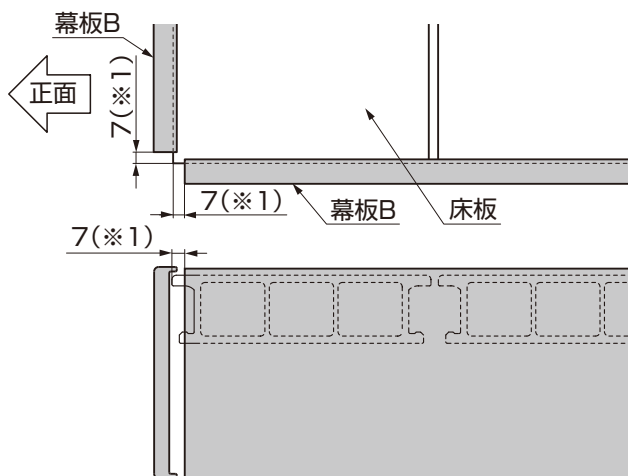
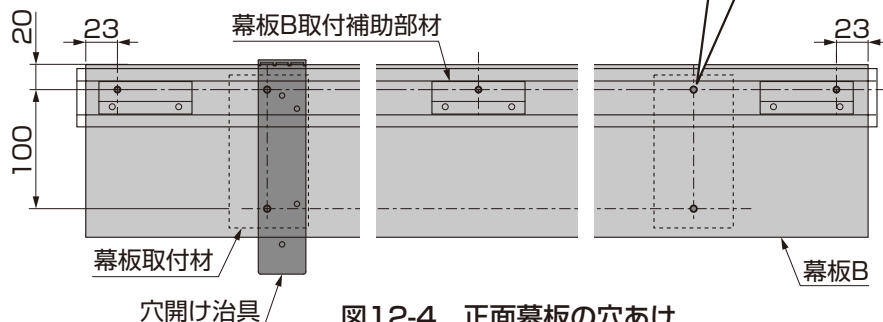

図12-3 幕板の切断
図12-4 正面幕板の穴あけ
- ② 幕板取付材及び正面幕板B取付材と幕板B取付補助部材が付いている部分に、φ4.5の下穴とφ8サラ取りを幕板Bにしてください。(図12-3、図12-4参照)